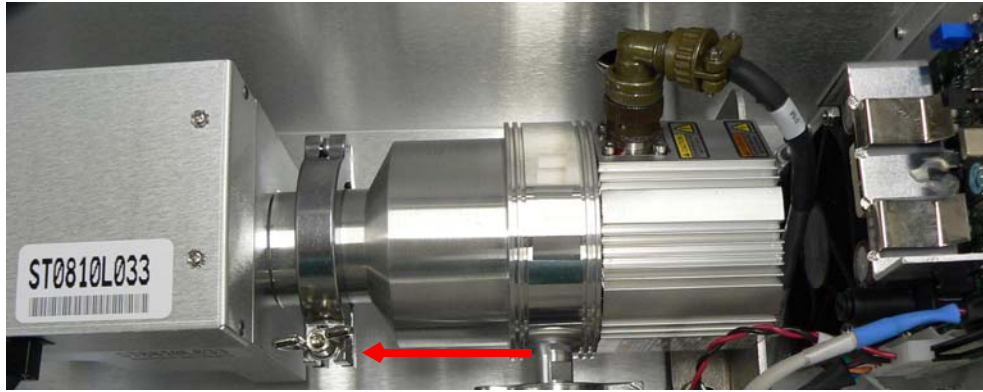

图 B-4 NW25 夹具至谱仪
5. 拆下采用蝶形螺母的 NW25 夹具并将 O 型环置于一侧（图 B-4）。